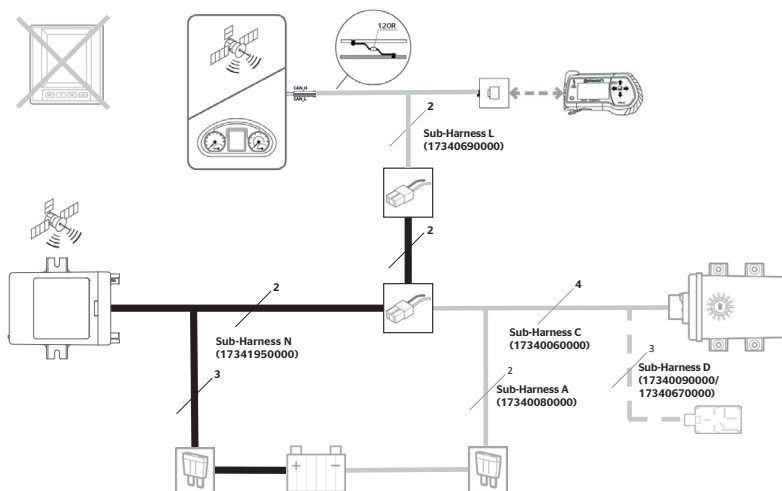

Fig. 2: Variant B
- ◆ Forbind kabelbundet N og L som vist i **"Fig. 2: Variant B"**.